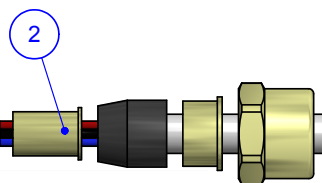

Fig.4
- 3)- Insert the sealing bushing (2) into the cables as figure 4.
- 4)- Avvitare la ghiera (5) sul corpo maschio (1) in modo tale da serrare completamente il cavo